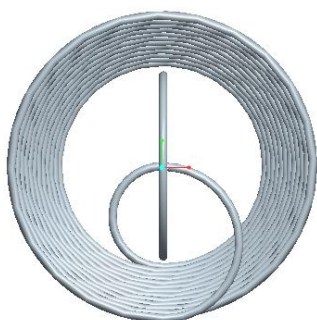
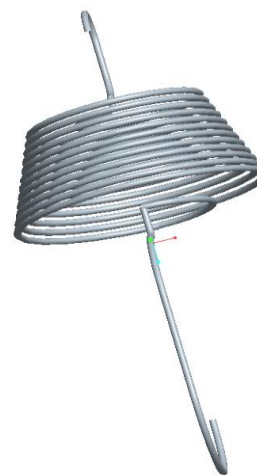

図 9-58 ヘリカル引っ張りばね
図 9-61 ヘリカル引っ張りばね
- ばねの大きい方の直径を 180mm、小さい方の直径を 120mm とし、簡単な「スイープ」と「突起」テクニックを使用して「フック」を図 9-58 から図 9-61 のように作成する。